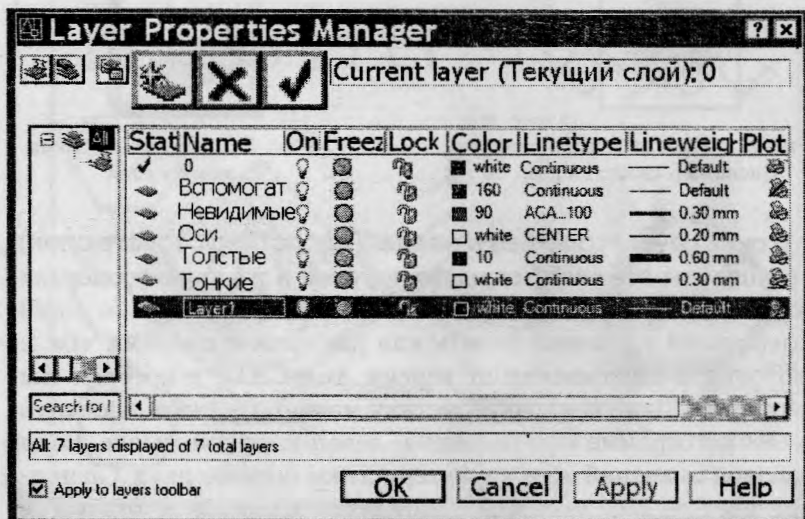

Рис. 8.2. Окно Диспетчер свойств слоя
8.2. Создайте слои с определенными свойствами (они представлены на рис. 8.2).
Создание слоев происходит через диалоговое окно Layer Properties Manager (Диспетчер свойств слоя) (см. рис. 8.2).
После активации кнопки **New (Новый)** появится новый слой — строка, выделенная цветом (см. рис. 8.2). По умолчанию новому слою присваивается имя **Layer1**, целесообразно его заменить на имя, которое будет отражать назначение слоя.